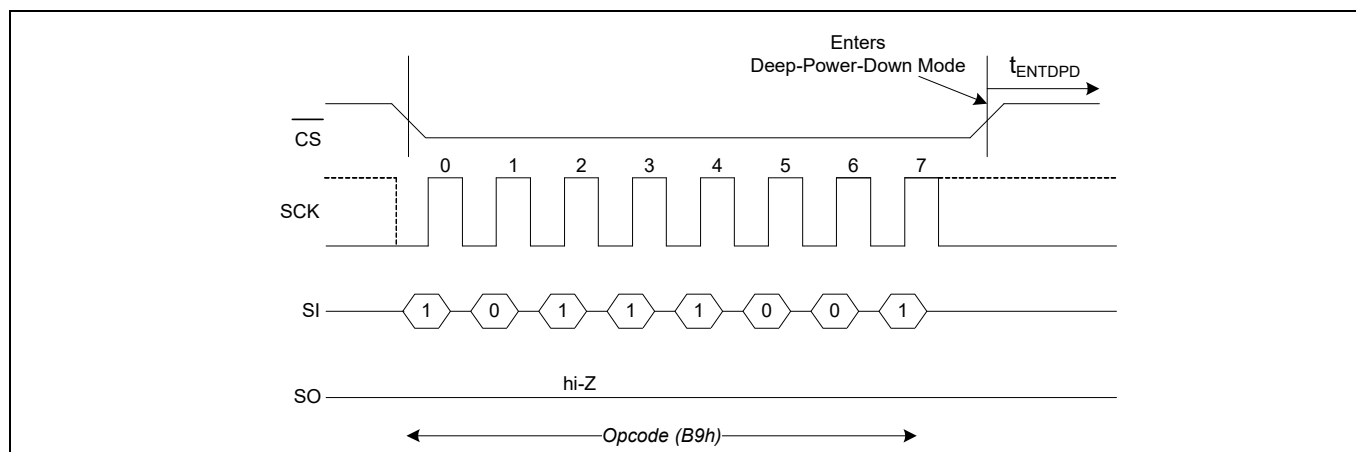
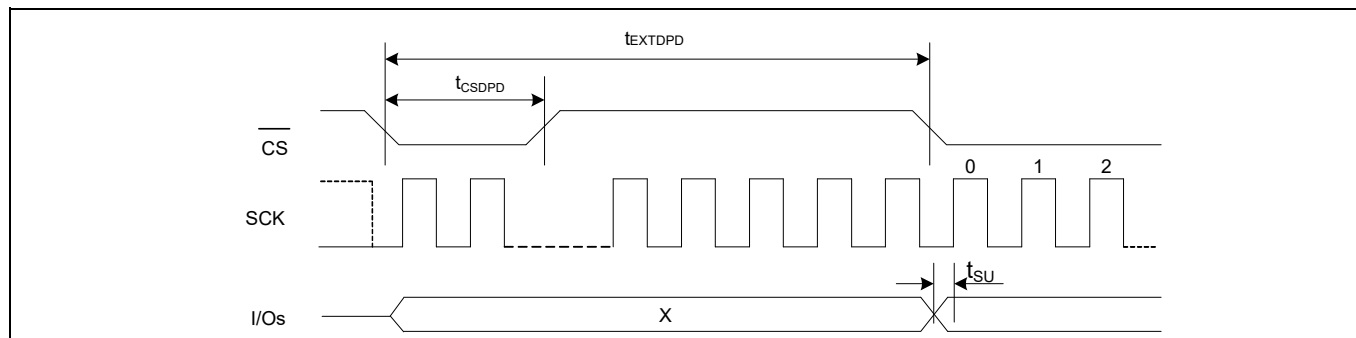

Figure 99 SPI モードでの DPD の開始
Figure 102 SPI モードでの DPD の終了
t_{CSDPD} の \overline{CS} パルス幅またはハードウェア リセットは t_{EXTDPD} 時間後に DPD モードを終了します。 \overline{CS} パルス幅は、ダミー コマンド サイクルを送信するか、または SCK と I/O がドント ケアになっている間に \overline{CS} のみをトグルすることによって生成できます。ディープ パワーダウン モードからの復帰中は、I/O は Hi-Z 状態のままです。DPD の開始タイミングについては Figure 99 を、DPD の終了タイミングについては Figure 102 を参照してください。
- Figure 99 に示されているタイミング詳細は、DPI および QPI モードでそのまま適用できます。